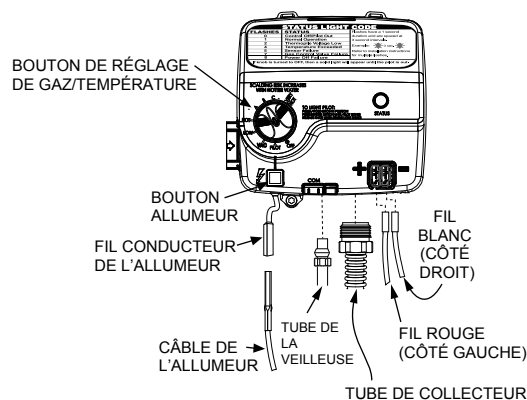

FIGURE 20.
1. Mettre le bouton de la commande de gaz/température en position « ARRÊT (OFF) » (Figure 20).
5. Déconnecter ce qui suit du régulateur de gaz/thermostat : le tube de la veilleuse (clé SAE 7/16 po), le fil de l'allumeur (du fil conducteur de l'allumeur), et le tube du collecteur (clé SAE 3/4 po). Voir Figure 20.
6. Reconnecter le tube du collecteur (clé 3/4 po SAE) et le tube de la veilleuse (clé 7/16 po SAE) au régulateur de gaz/thermostat (Figure 20). Ne pas fausser le filetage ou appliquer de mastic pour filetage à ces raccords.
8. Reconnecter le fil de l'allumeur (Figure 20).
4. Déconnecter le fil de l'allumeur du fil conducteur de la veilleuse. Utiliser une pince à bec effilé pour déconnecter les fils rouge (+) et blanc (-) de la thermopile. Déconnecter le tube de la veilleuse (clé 7/16 po SAE) et le tube du collecteur (clé 3/4 po SAE) au niveau du régulateur de gaz/thermostat (Figure 20). **REMARQUE :** Le tube du collecteur comprend un filetage à pas (à gauche) pour les systèmes au gaz G.P.L.